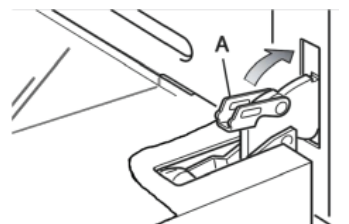

Рис. 27
- Полностью откройте дверцу духовки, закройте защелки А на левой и правой петлях и закройте дверцу духовки (Рисунок 27).